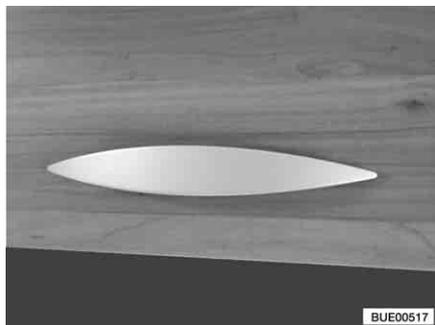

Bild 37 Möbelklappe mit Griff (Beispiel)
- Am Griff (Bild 37) ziehen, bis Möbelklappe offen ist.